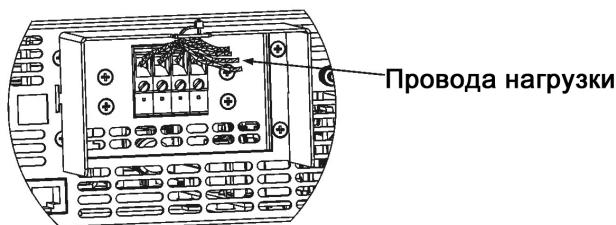

Рис.3-10: Сборка защитного кожуха и проводов
6. Закрепите провода на одной из сторон экрана, используя кабельную стяжку TY-wrap или аналогичную. Смотрите Рис.3-10.